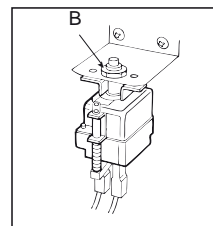

fig. 8
- 3) Extraire les fils du thermostat et dévisser la fixation (B - fig. 8) de ce dernier fixée sur l'arrière du tableau de commandes;